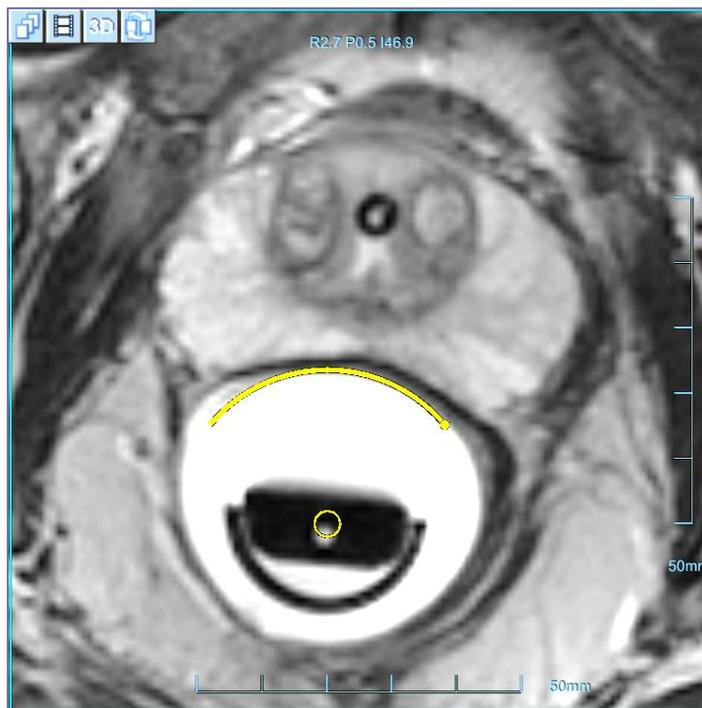

Figura 6-6: Bordi del palloncino (arco giallo)
1. Premere su questo pulsante per eseguire l'algoritmo per il rilevamento automatico dei **bordi del palloncino** sulle immagini anatomiche al basale (vedi Figura 6-6).